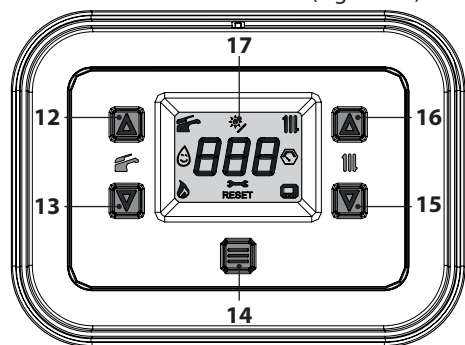
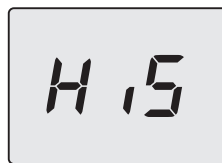

Figura 7.8
Figura 7.9
- Entrare in "modalità programmazione" premendo contemporaneamente per 5 secondi i tasti 13 e 15 (Figura 7.8) fino a far apparire sul display LCD le lettere **HiS** che indicano il menu "Storico delle caldaia" (Figura 7.9).
- Premere il tasto 14 (Figura 7.8) fino a far apparire sul display LCD le lettere **StF** (Start Full) che si alterna con **34** (valore della calibrazione) (Figura 7.11).
- tenere premuti contemporaneamente i tasti 13 e 15 per 5 sec. (Figura 7.8) (ritorno al livello precedente).